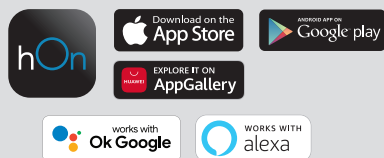

Fig. 3
1. Transfira a aplicação hOn na App Store, Google Play ou Huawei AppGallery. Também pode transferi-la ao ler o código QR na [Fig. 3]